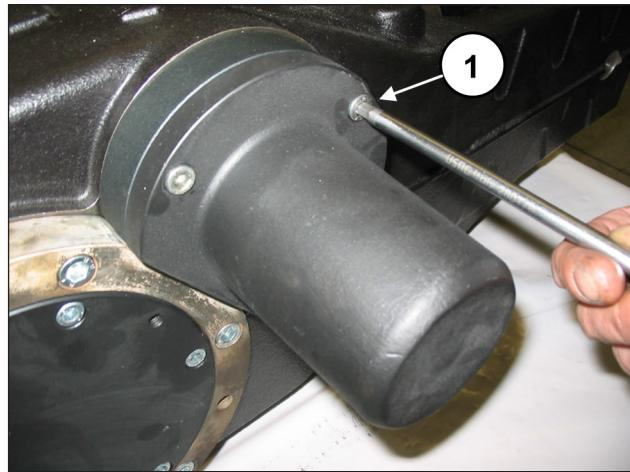

图 8
拧松轴端盖固定螺丝(位置①, 图 8)并从PTO轴取出盖子。